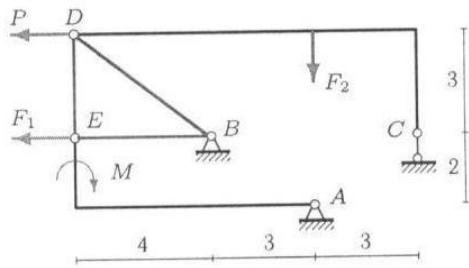

рис. 2
**Задача 2.** На конструкцию, состоящую из трех шарнирно соединенных частей, действуют силы  $F_1 = F_2 = 10$  кН,  $P = 4$  кН и момент  $M = 2$  кНм. Конструкция опирается на неподвижные шарниры в точках  $A$  и  $B$  и вертикальный стержень в  $C$  (рис. 2). Найти реакции опор.